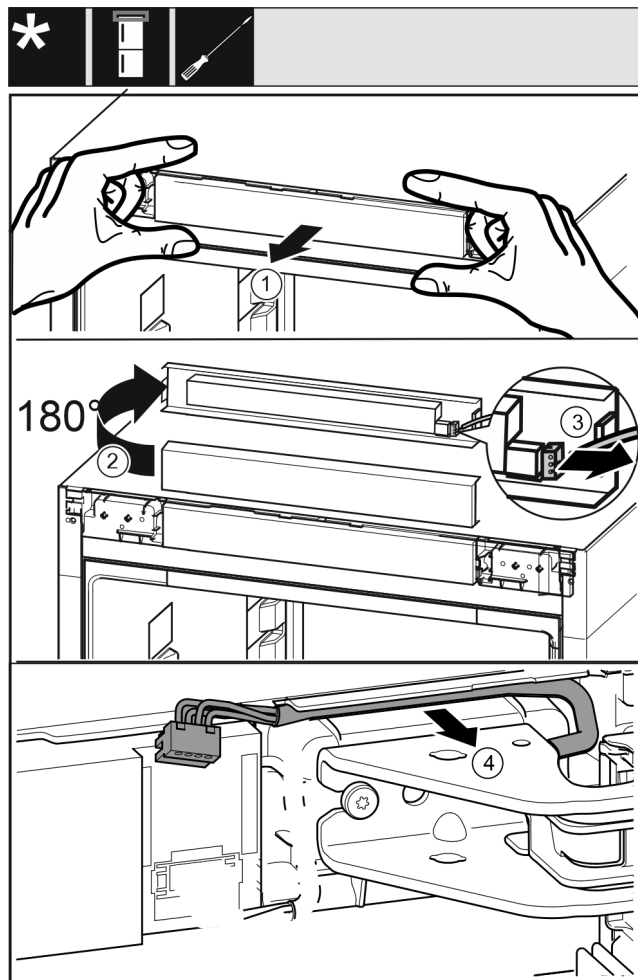

Fig. 19
- ▶ Обережно ослабити невелику панель керування пристрою вперед. Fig. 19 (1)
- ▶ Повернути невелику панель керування вгору на 180°. Fig. 19 (2)
- ▶ Притисніть фіксувальний виступ вниз та обережно витягніть штекер. Fig. 19 (3)
- ▶ Обережно від'єднайте кабель над опорним кронштейном від направляючої. Fig. 19 (4)